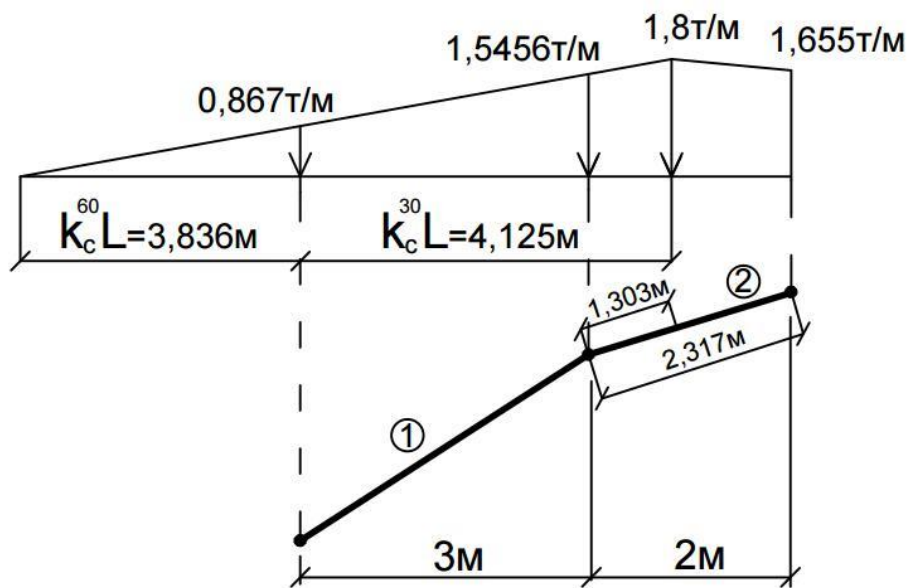
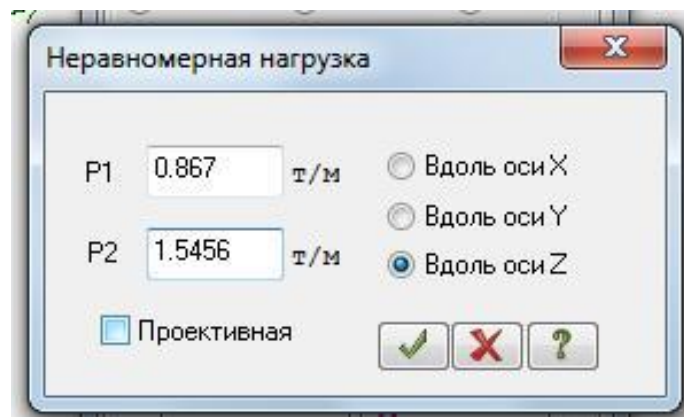
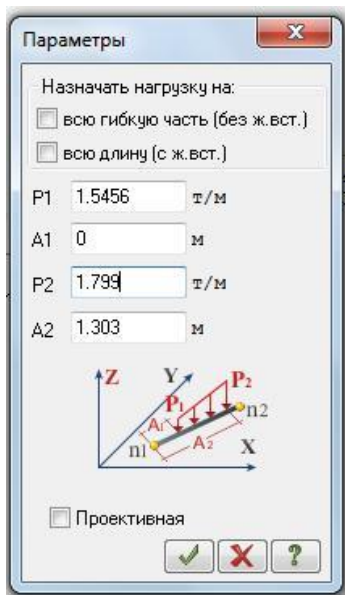
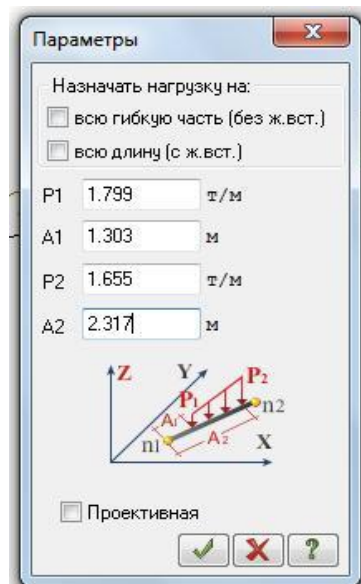

Рис.2.27. Определение значений нагрузок
Рис. 2.28. Задание неравномерно распределенной нагрузки
Рис. 2.29. Задание неравномерно распределенной нагрузки
Рис. 2.30. Задание неравномерно распределенной нагрузки
- Неравномерная нагрузка: задайте в строках значения $P1=0,867\text{ т/м}$ и $P2=1,5456\text{ т/м}$ (значения нагрузок определены по интерполяции рис.2.27) и отметьте пункт Вдоль оси Z. Нажмите кнопку Применить (рис. 2.28).
- И так же через окно Параметры задайте следующие параметры, определенные по интерполяции (рис.2.27), $P1=1.5456\text{т/м}$, $P2=1.8\text{т/м}$, $A1=0$, $A2=1.303\text{м}$ (рис. 2.29).
- Через окно Параметры задайте следующие параметры, определенные по интерполяции (рис.2.27), $P1=1.799\text{т/м}$, $P2=1.655\text{т/м}$ (рис. 2.30).